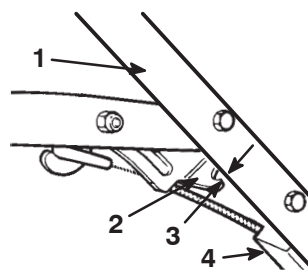

Figure 28
4. Desserrez l'écrou du support du câble (Fig. 28).